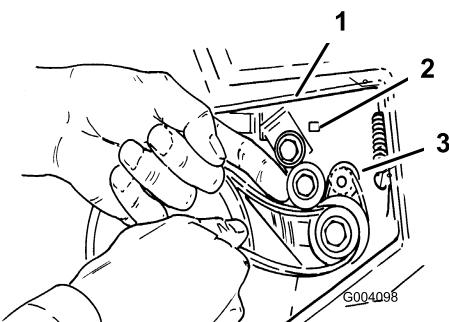

Figure 19
5. Installez la courroie neuve sur la petite poulie (Figure 19).
6. Soulevez le bras de la poulie de tension et glissez la courroie sous la poulie de tension (Figure 19).